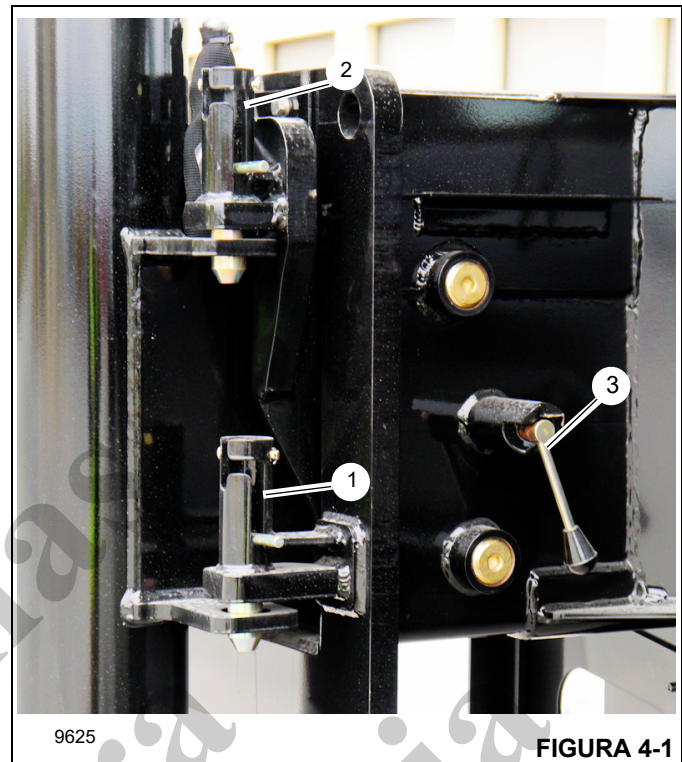

FIGURA 4-1
1. Desengate o bloqueio mecânico de deslocamento (1, Figura 4-1) que fixa cada viga do estabilizador na posição totalmente retraída durante o deslocamento.
- b. Posição 50% estendida. Engate as travas manuais centrais (2, Figura 4-1) para a posição intermediária.
- c. (Somente NTC60L) posição 75% estendida. Engate as travas manuais (3, Figura 4-1) girando a alavanca no sentido horário.